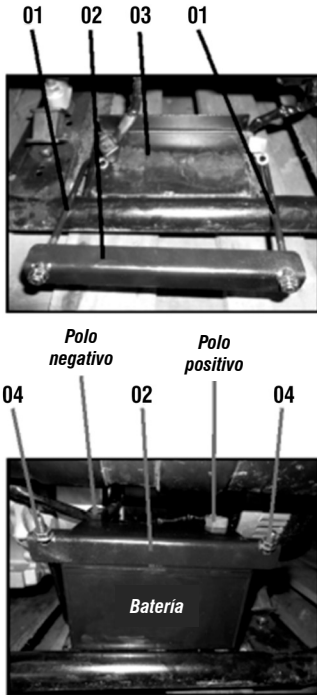

Fig. 20 – Instalación de la batería
- c. Conecte el terminal negativo (-) del generador de soldadura en el polo negativo de la batería (color negro) (Fig. 20);
- d. Conecte el terminal positivo (+) del generador de soldadura en el polo positivo de la batería (color rojo) (fig. 20);
- e. Enganche el soporte (pieza 2) en la batería (fig. 20);